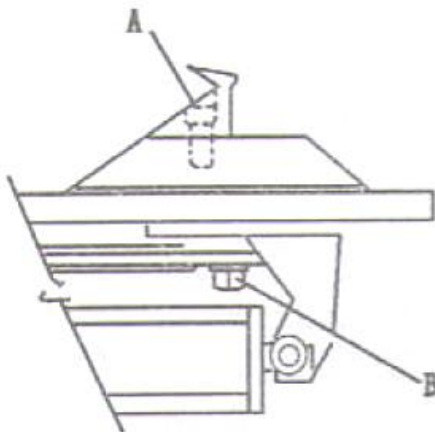

Рис. 8
- По истечению первых 20 дней работы повторно затянуть винты крепления зажимных кулачков и винты направляющих поворотного стола (рис. 8).